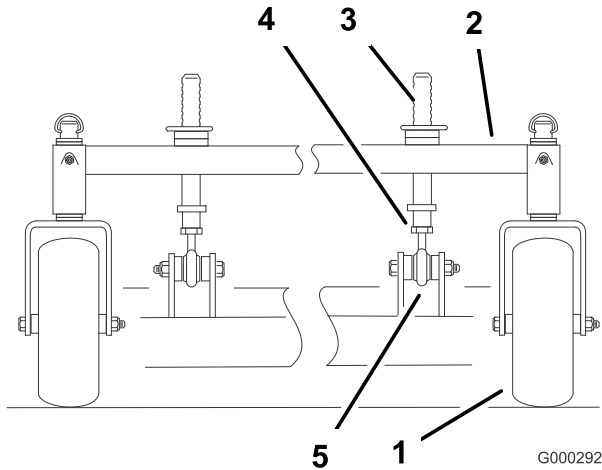

**Figura 56**
- Coloque una cuchilla en posición longitudinal. Mida en las posiciones **A** y **B** desde una superficie nivelada hasta el filo de corte de los extremos de la cuchilla (Figura 56).